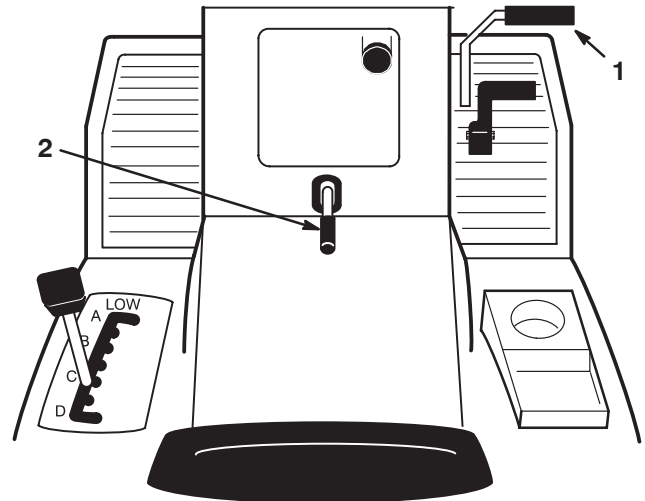

Bild 3
1. Treten Sie auf das Kupplungs-/Bremspedal (Bild 3) und halten Sie es in der gedrückten Stellung.
2. Ziehen Sie den Feststellbremshebel (Bild 3) hoch und nehmen Sie den Fuß allmählich vom Kupplungs-/Bremspedal. Das Kupplungs-/Bremspedal sollte in heruntergedrückter (gesperrter) Position bleiben.
1. Drücken Sie das Kupplungs-/Bremspedal (Bild 3) herunter. Der Feststellbremshebel sollte sich lösen.